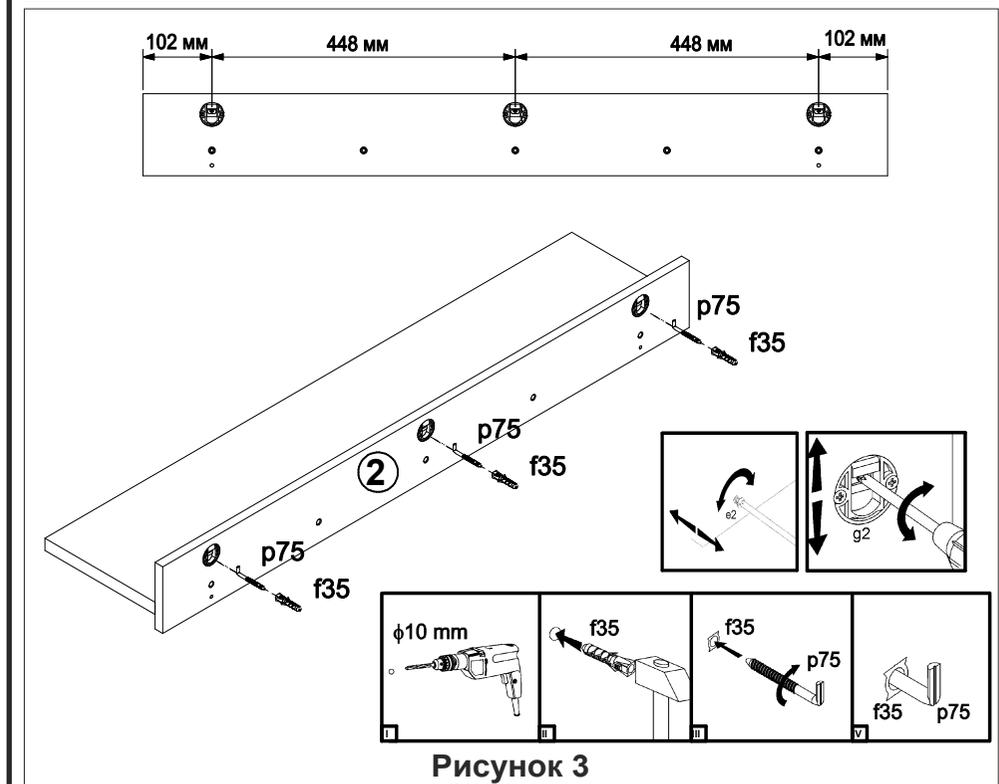

Рисунок 3
6. Для навешивания полки на стене с помощью карандаша и линейки разметить отверстия (см.рис.3).
7. В стене просверлить отверстия диаметром 10 мм (см.рис. 3).